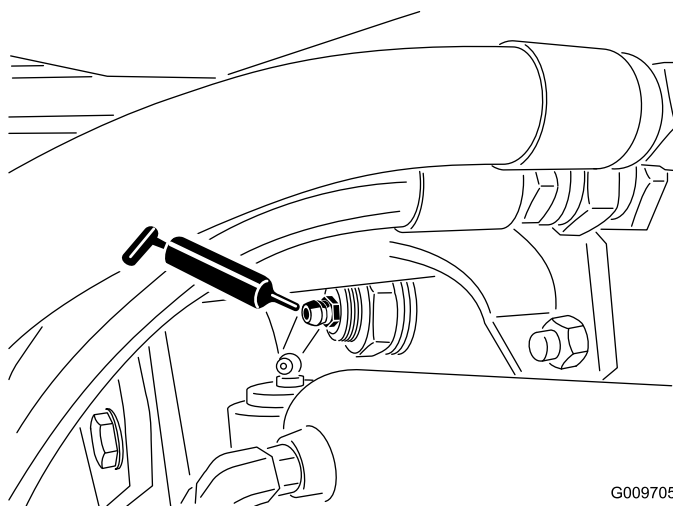

Figura 44
- Casquillos del pivote del eje trasero (2) (Figura 44)